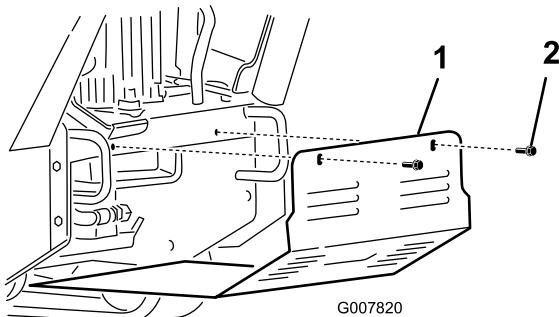

Figura 26
2. Retire los dos pernos que sujetan el protector inferior (Figura 26).
2. Coloque el protector inferior en la máquina de manera que descance sobre las 4 pestañas (Figura 26).